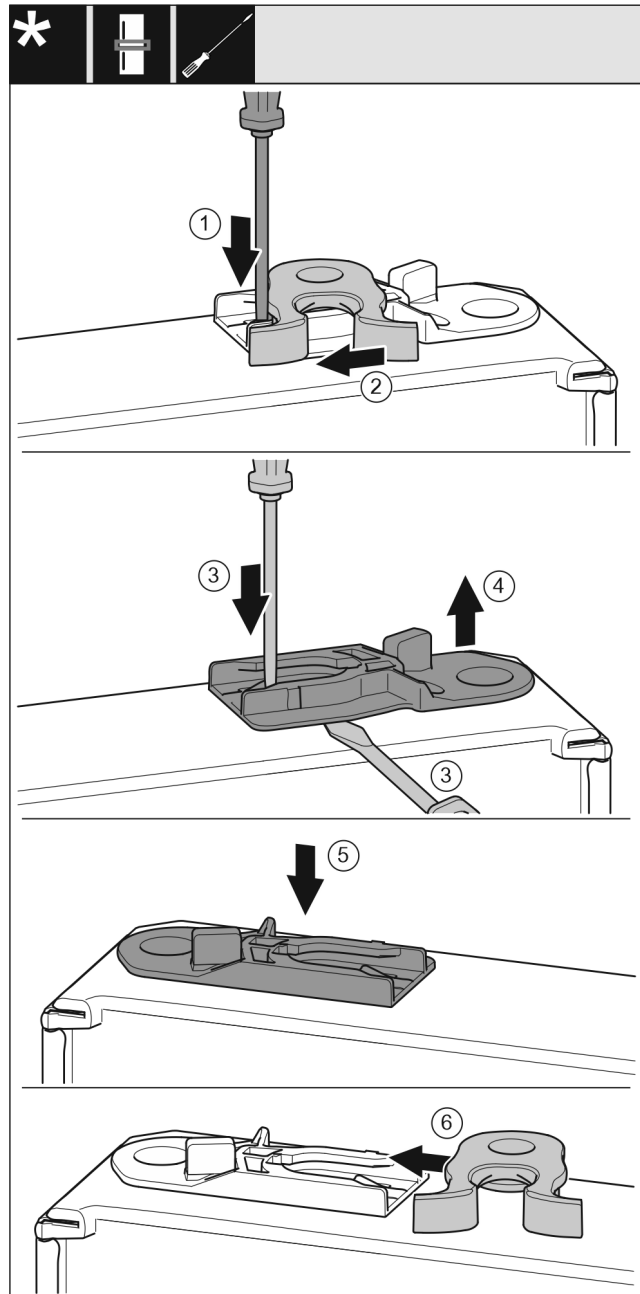

Fig. 19
- ▶ Plochým skrutkovačom zatlačte sponu Fig. 19 (1) nadol.
- ▶ Vytiahnite zatvárací hák Fig. 19 (2) z vedenia.
- ▶ Vytiahnite vodiace puzdro Fig. 19 (3, 4): Plochým skrutkovačom zatlačte sponu a súčasne plochý skrutkovač zasuňte pod vodiace puzdro.
- ▶ Vodiace puzdro Fig. 19 (5), ktoré je súčasťou dodávky, zasuňte na druhú stranu telesa.
- ▶ Zasuňte zatvárací hák Fig. 19 (6) do vedenia.